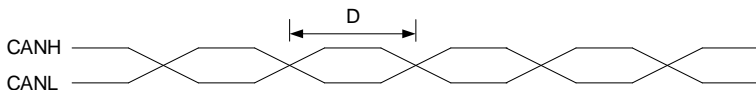

图 2-6 双绞线示意图
- CAN 通信网络推荐使用双绞线缆，双绞线对高频磁场噪声干扰有很好的抵抗能力，也能减小线缆对外的辐射，如图 2-6 所示。